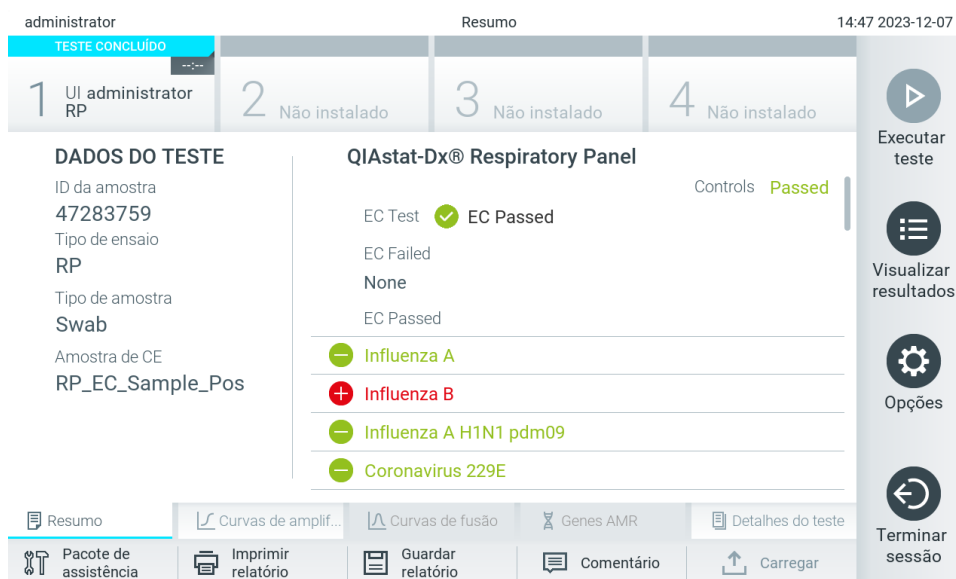

Figura 100. Ecrã Summary (Resumo) de resultados do CE.
12. Depois da ejeção do cartucho de ensaio QIAstat-Dx, é apresentado o ecrã Summary (Resumo) de resultados (Figura 100). Consulte a Secção 8.3 para mais detalhes.